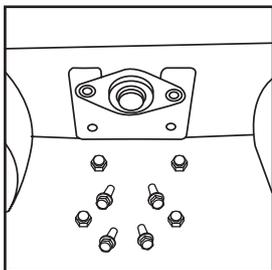

Рис. 31
- Открутите четыре винта и снимите фиксатор вала (Рис. 31).